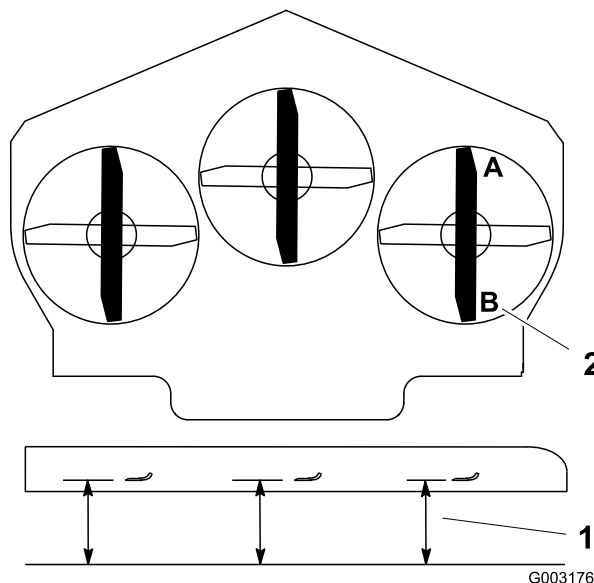

Figura 76
1. Disponete la lama destra in posizione longitudinale rispetto alla macchina (Figura 76).
2. Misurate la lama destra al punto **A** da una superficie piana fino al tagliente della punta della lama (Figura 76).
4. Misurate la lama destra al punto **B** da una superficie piana fino al tagliente della punta della lama (Figura 76).
6. La lama del tosaerba deve essere da 6 a 10 mm più bassa al punto **A** rispetto al punto **B** (Figura 76). In caso contrario eseguite la seguente operazione.